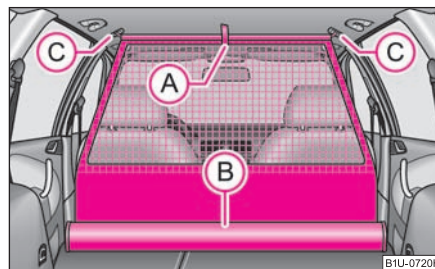

Fig. 77 Scoaterea peretelui despărțitor
- Trageți plasa de curelușă (A) din carcasa (B) ⇒ fig. 77.
- Introduceți bara transversală în locașul (C) pe o parte și apăsați bara în față.
- În același mod fixați bara pe partea cealaltă a autovehiculului, locașul (C).